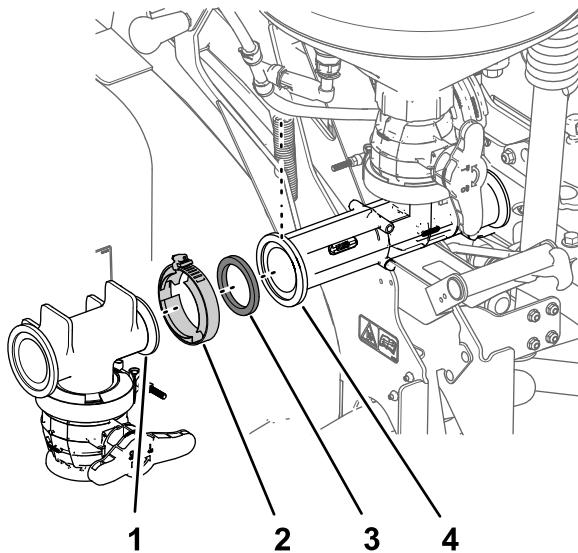

Figura 24
1. Alinee la brida del acoplamiento en T de la válvula de vaciado con la brida delantera del eyector (Figura 24).
2. Sujete el acoplamiento en T al eyector con una junta y una brida de fijación, y apriete la brida a mano (Figura 24).